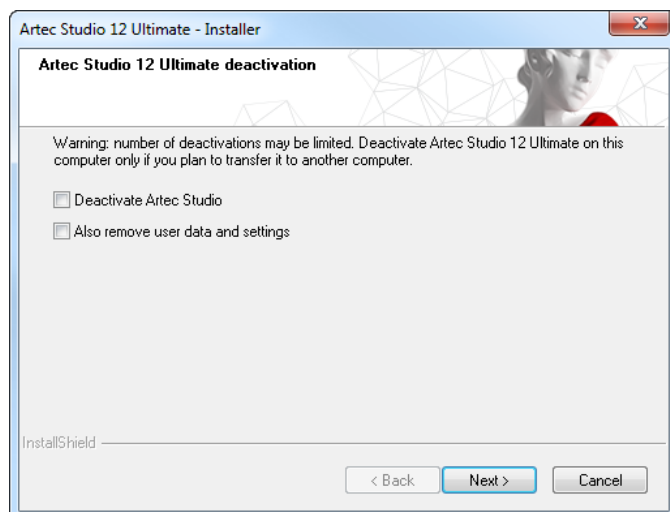

Рис. 4.17: Деактивация Artec Studio
3. Откроется диалог, как на Рис. 4.17. Установите флажок *I understand. Deactivate Artec Studio on this computer*.